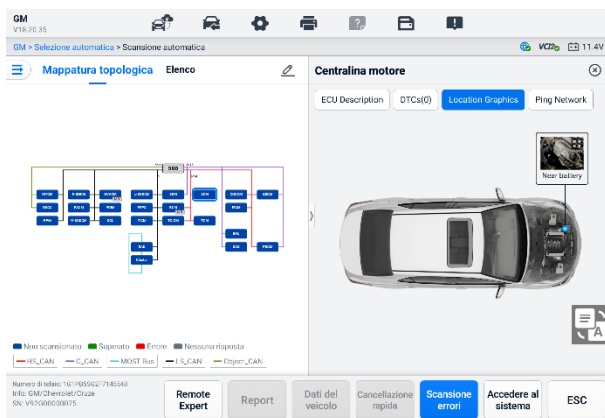

Figura 6-8 Pagina della scheda Topologia
La schermata del menu principale Diagnostica (vedere Figura 6-8 Schermata del menu principale di diagnostica) consente agli utenti di leggere i codici, cancellare i codici o eseguire funzioni diagnostiche automobilistiche complete e così via. Dopo aver selezionato la funzione, il tablet stabilirà una comunicazione con il veicolo tramite il VCI2
1. Tocca il pulsante dell'applicazione **Diagnostica** nel menu Lavori MaxiSys. Seleziona le informazioni del veicolo corrispondenti e accedi alla schermata del menu principale Diagnostica (vedere Figura 6-8 Schermata del menu principale di diagnostica).